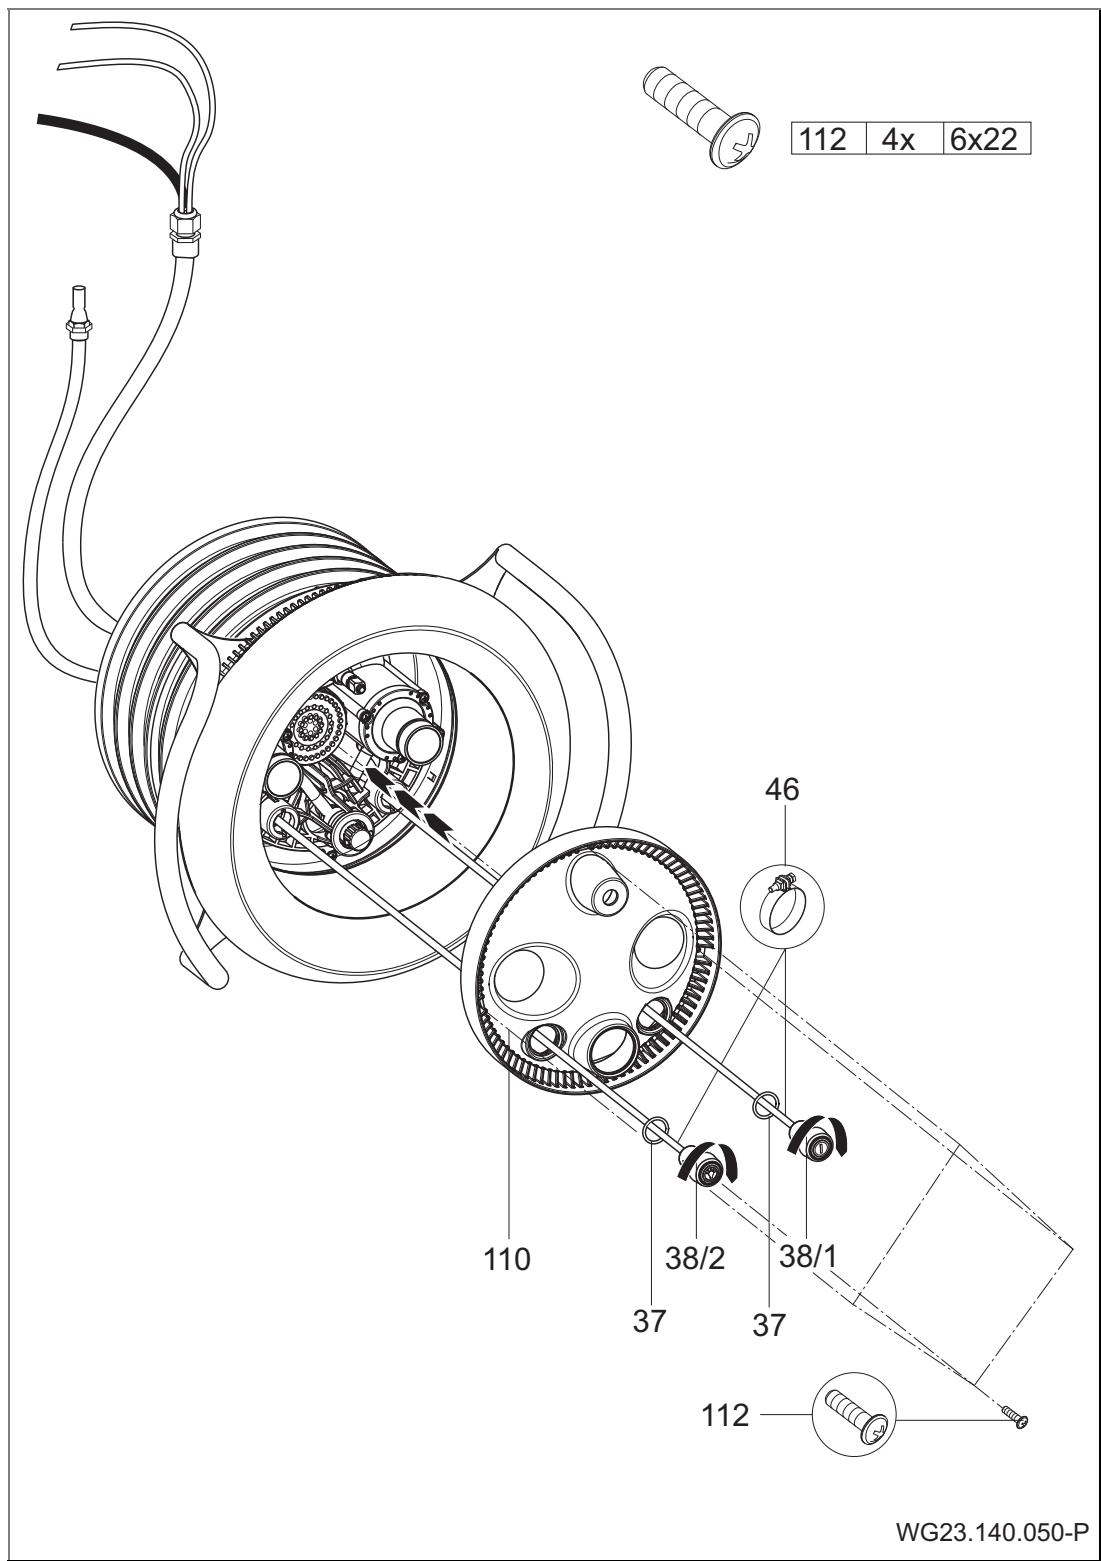

Afb. 16
2. Plaats de O-ring (108) in het inbouwhuis (1). (Afb. 16)
3. Draai de tien meegeleverde zelftappers (61) in het nozzlehuis. Druk het voorgemonteerde nozzlehuis (102.1) tegen het inbouwhuis (1). (Afb. 16)
4. Voer de luchtslangen (47) en kabels van de spot door de beschermsslang (14) en dicht deze af met de kabelwartel (20). (Afb. 16)
5. Bevestig de binnenste luchtslang (4), die al compleet is voorgemonteerd aan het nozzlehuis (102.1) resp. de luchtregeling, met de slangklem (9) aan het nozzlehuis (1). (Afb. 16)
6. Voer de luchtslangen door de onderste resp buitenste openingen van het nozzlehuis (102.1); licht AAN UIT links; pomp AAN UIT rechts. (Afb. 16)
7. Lijn het complete nozzlehuis (102.1) uit op het inbouwhuis (1) en draai de tien voorgemonteerde zelftappers (61) vast. (Afb. 16)